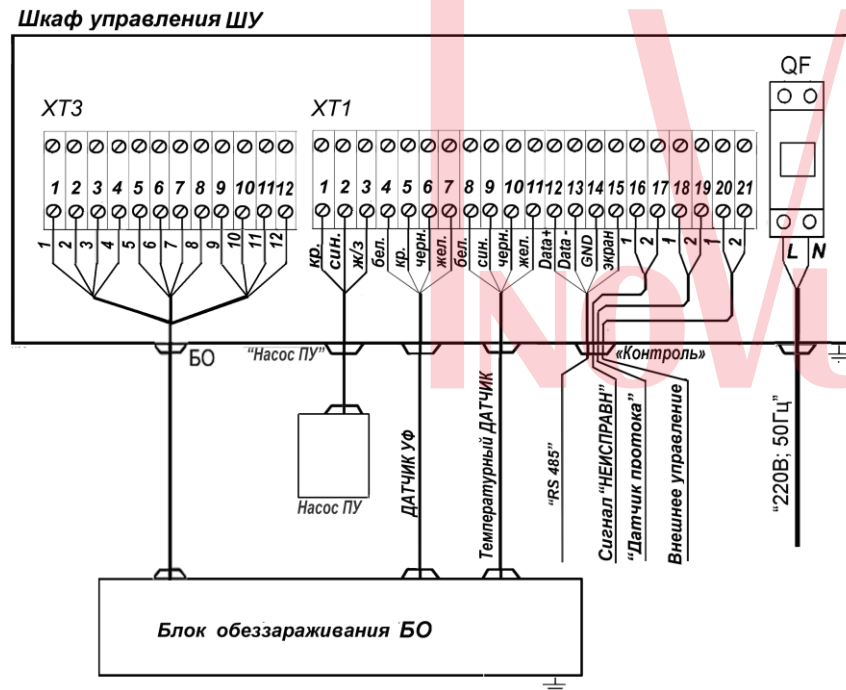

Рисунок 4 - УОВ. Схема электрическая соединений (клеммы 12-15 отсутствуют, если Заказчик не использует RS 485)
2.3.1 Устройство ШУ. Габаритный чертеж ШУ и вид панели управления ШУ показаны на рисунке 5. Подключение БО к ШУ-127х3-10Ц производится в соответствии со схемой электрической соединений установки (см. рисунок 4). Электропитание установки 220В; 50Гц подводится Заказчиком.